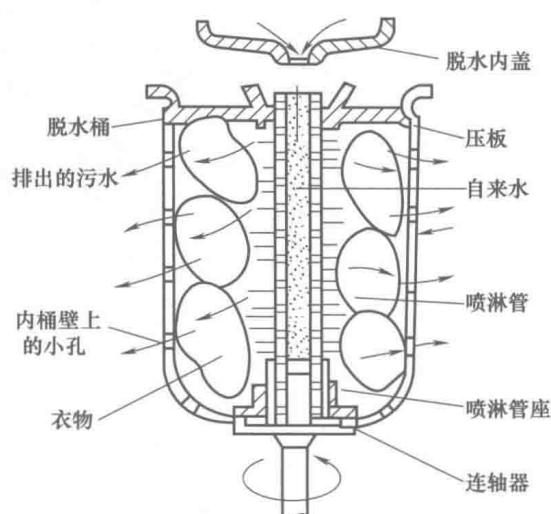

图 1-9 喷淋漂洗原理
③ 喷淋漂洗 喷淋漂洗在脱水桶内进行，具有这种功能的洗衣机脱水桶中央安装着一根竖直的喷淋管，喷淋管的侧壁上开有 20 多万个微孔。工作时自来水流入喷淋管内，脱水桶高速旋转时，因离心作用，水从喷淋管侧壁上的微孔中喷出，喷射到放在喷淋管四周的衣物上，把衣物上残留的污垢和洗涤剂冲刷下来，再从脱水桶的小孔中甩出，排入下水道，如图 1-9 所示。